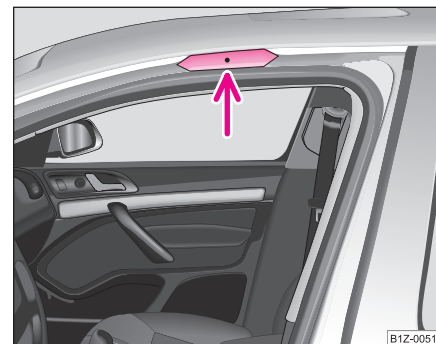

Fig. 90 Puntos de fijación para soportes de techo básicos
- Desmonte el tornillo de plástico ⇒ fig. 90.